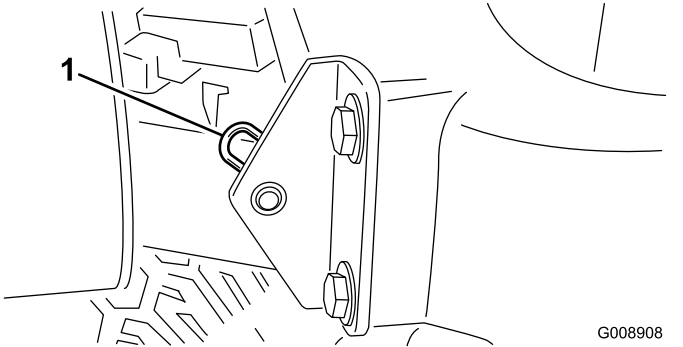

Figure 43
- 2. Retirez la goupille fendue qui fixe le pivot de capot aux supports (Figure 43).